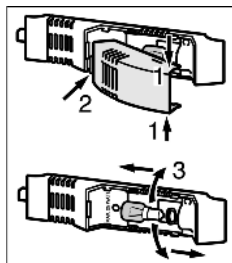

Fig. 17
► Afferrare il coprilampada sul lato superiore e inferiore Fig. 17 (1).
► Sbloccare il coprilampada sul retro e sganciarlo Fig. 17 (2).
► Sostituire la lampadina Fig. 17 (3).